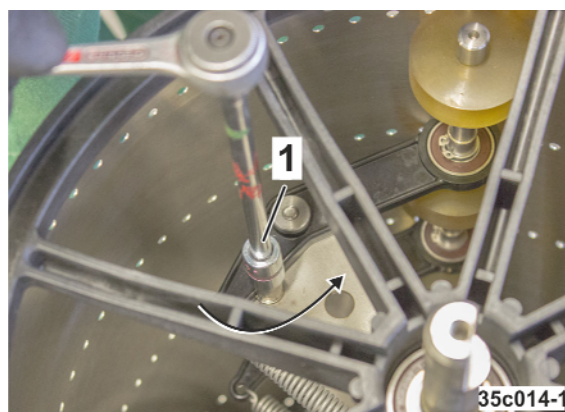

Рис. 333
3. Поверните палец (Рис. 333/1) примерно еще на пол-оборота.